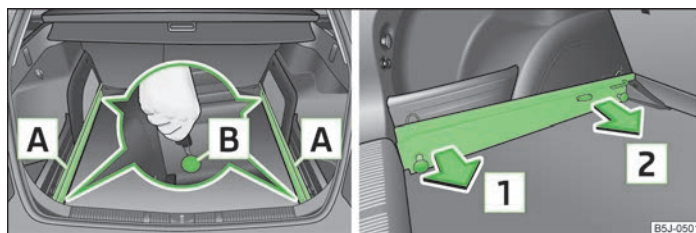

Fig. 52 Aflojar los puntos de seguridad/retirar los carriles portantes
- Soltar los puntos de retención [B] » fig. 52 en los guías portantes con la llave del vehículo o con un destornillador plano.
- Presionar los dos puntos de fijación [B] » fig. 52 en cada guía portante hasta el tope.